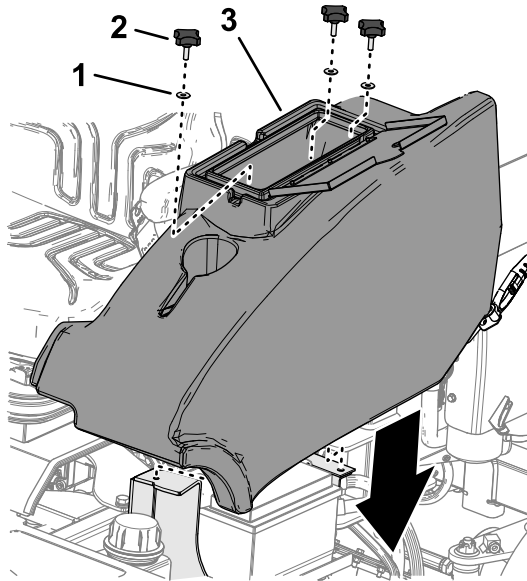

Figura 48
2. Monte el compartimento de almacenamiento en la máquina con los 3 pomos y las 3 arandelas (Figura 48).